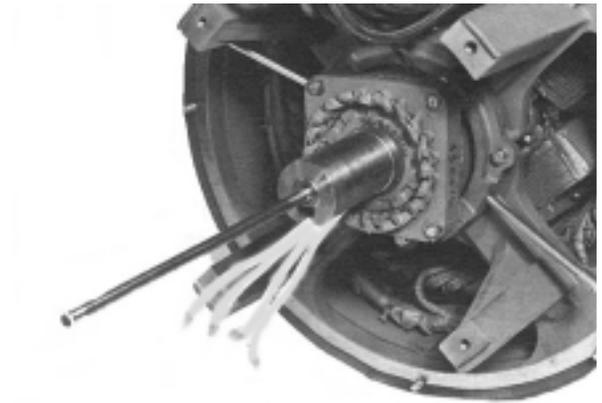

Figure 6-70
1. Attacher un câble sur les fils du rotor principal et l'introduire à travers l'armature et le faire sortir par le trou de la plaque d'écartement en aluminium. Sur les plus grosses excitatrices, il peut être utile de mettre une tige de guidage au bout de l'arbre pour maintenir l'armature pendant que vous passez les fils du rotor au travers (Figure 6-70).